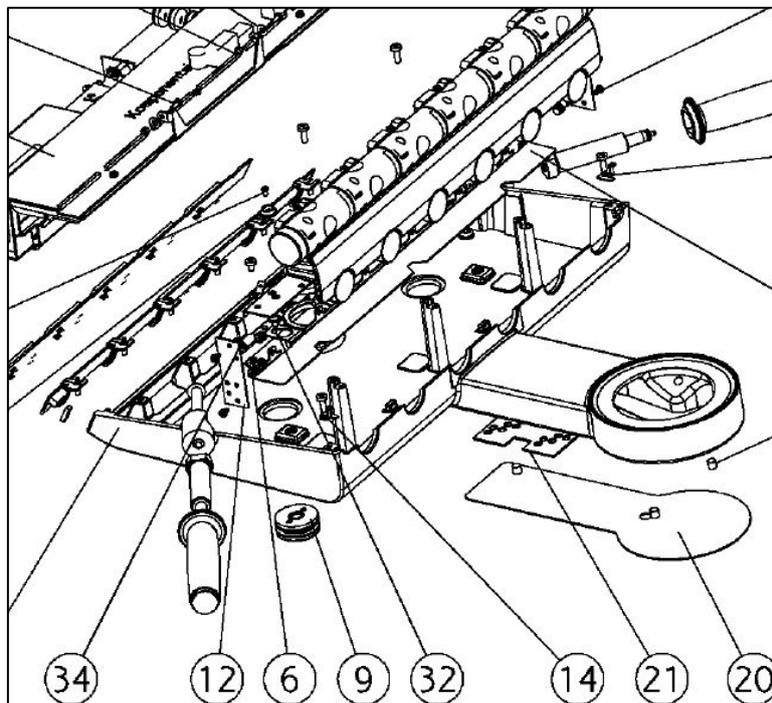

Figure 10
C10	Remplacer les raccords du jet de verre (UG-657) et du crachoir (UG-656) situé sous la plaque supérieure – Voir (16) in Figure 10.